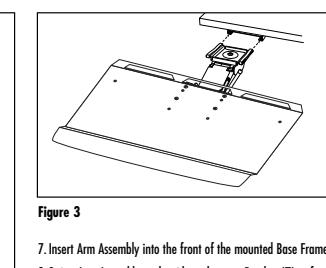

Figure 3
7. Insert Arm Assembly into the front of the mounted Base Frame (Figure 3).
7. Installez le bras de support sur le dessus de la plate-forme (Figure 3).